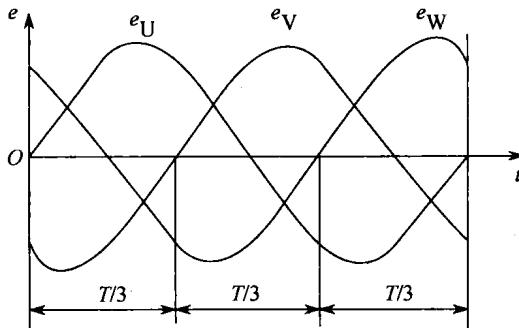

图 1—3 三相交流电的波形图
(3) 三相交流电。交流电路中如果只有一个电源，称为单相交流电路，如果电路中有三个交流电源，则称为三相交流电路。对应的电流或电压称为三相交流电，图 1—3 所示为三相交流电的波形图。